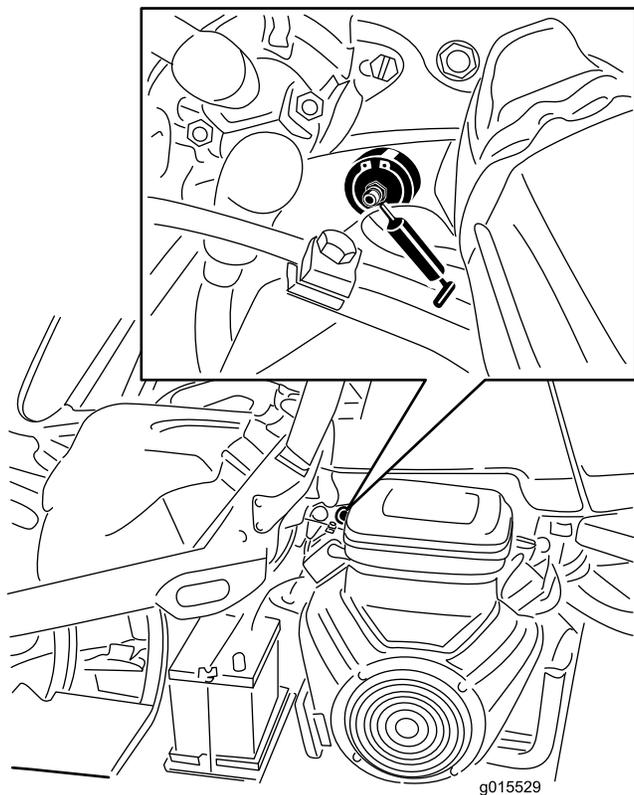

Рисунок 30
1. Тщательно протрите масленку, чтобы посторонние вещества не могли попасть в подшипник или втулку (Рисунок 30).